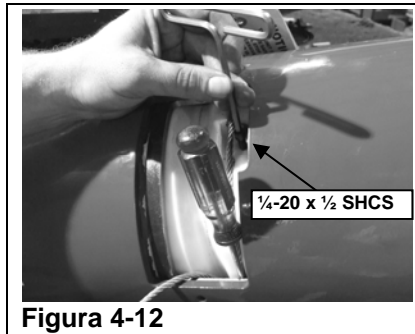

Figura 4-12
Paso 16. Vuelva a instalar los tornillos de cabeza hueca de 1/4-20 x 1/2 (si los extrajo) en la bobina del compensador sobre el vástago esférico. (Consulte Figura 4-12)